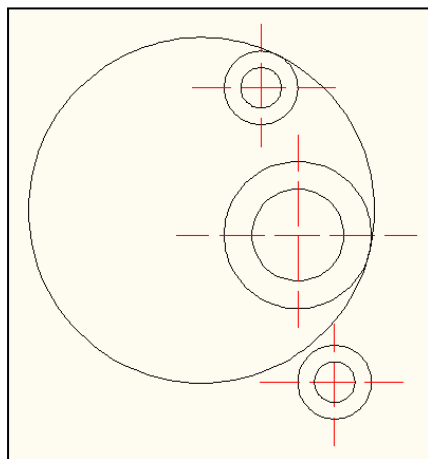

Figure 3 : questions c et d
- c. Les cercles $\varnothing 20$ et $\varnothing 11$ sont maintenant dessinés voir Figure 3. Nous voulons les dupliquer de manière circulaire. Préciser la commande, l'option et les données chiffrées nécessaires pour cela.
- d. On veut maintenant dessiner le cercle R47 voir Figure 3, on ne connaît pas à priori son centre. Qu'est ce qu'il faut faire pour dessiner ce cercle ? (préciser la commande, l'option et les paramètres)? (Nota : sans avoir recours au calcul numérique ! vous pouvez utiliser la figure pour schématiser) :